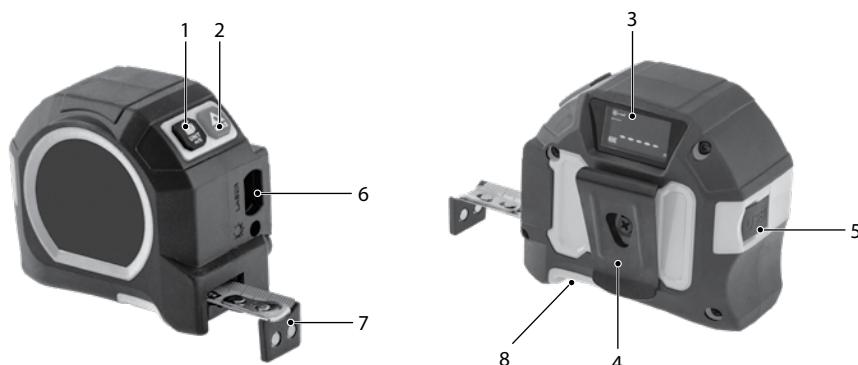

Рис. 1
1. Зажмите и удерживайте кнопку измерения 2 в течение 3 секунд до звукового сигнала (рис. 1). После включения прибор по умолчанию находится в режиме измерения длины.
2. Для выбора исходной плоскости измерений нажмите одновременно кнопки 1 и 2 (рис. 1). По умолчанию исходной плоскостью измерений является задняя кромка инструмента (длина инструмента включена в результат измерения).
3. Наведите лазерный луч на объект, расстояние до которого измеряется, и нажмите кнопку 2 для фиксации результата и вывода его на дисплей (рис. 1). При фиксации результата раздастся звуковой сигнал.
4. Для изменения единиц измерения на включенном устройстве зажмите кнопку 1 в течение 1-2 секунд и дождитесь звукового сигнала (рис. 1).
2. Нажмите на кнопку 1 для перехода в режим вычисления площади. Загорится значок измерения площади с одной выделенной стороной (рис. 1, 7).
3. Нажмите кнопку 2 для измерения длины, а затем еще раз для измерения ширины. Результат измерения площади отобразится в итоговой нижней строке, отдельно измеренные значения отображаются в верхней строке (рис. 1, 8).
2. Нажмите 2 раза на кнопку 1 для перехода в режим вычисления объема. Загорится значок измерения объема с одной выделенной стороной (рис. 1, 9).
3. Нажмите кнопку 2 для измерения длины, затем еще раз – для измерения ширины и третий раз – для измерения высоты. Результат измерения объема отобразится в итоговой нижней строке, отдельно измеренные значения отображаются в верхней строке (рис. 1, 10).